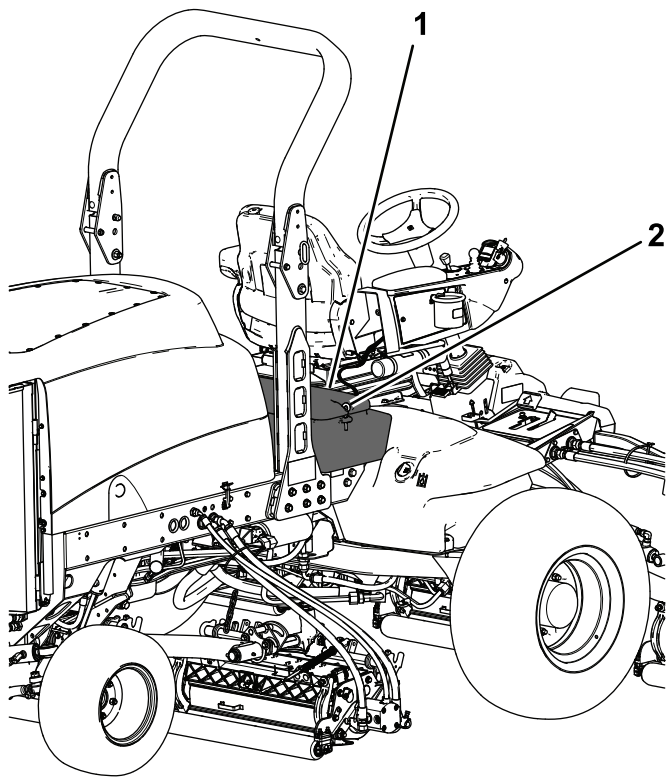

Figure 94
2. Déverrouillez et soulevez le panneau de la console (Figure 94).